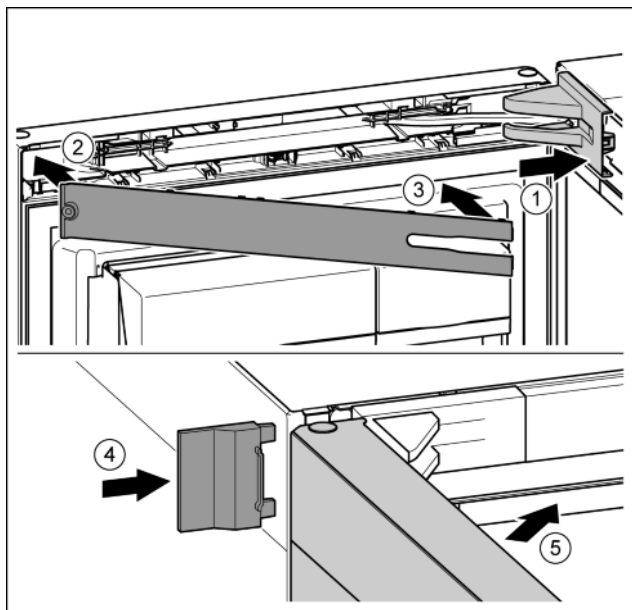

Fig. 24
- ▶ Afdekking van de lagerbus aanbrengen en vastklikken, en indien nodig, voorzichtig uit elkaar drukken. *Fig. 24 (1)*
- ▶ Paneel aanbrengen. *Fig. 24 (2)*
- ▶ Paneel naar binnen draaien en vastklikken. *Fig. 24 (3)*
- ▶ Buitenste afdekking erop schuiven. *Fig. 24 (4)*
- ▶ Bovenste deur sluiten. *Fig. 24 (5)*